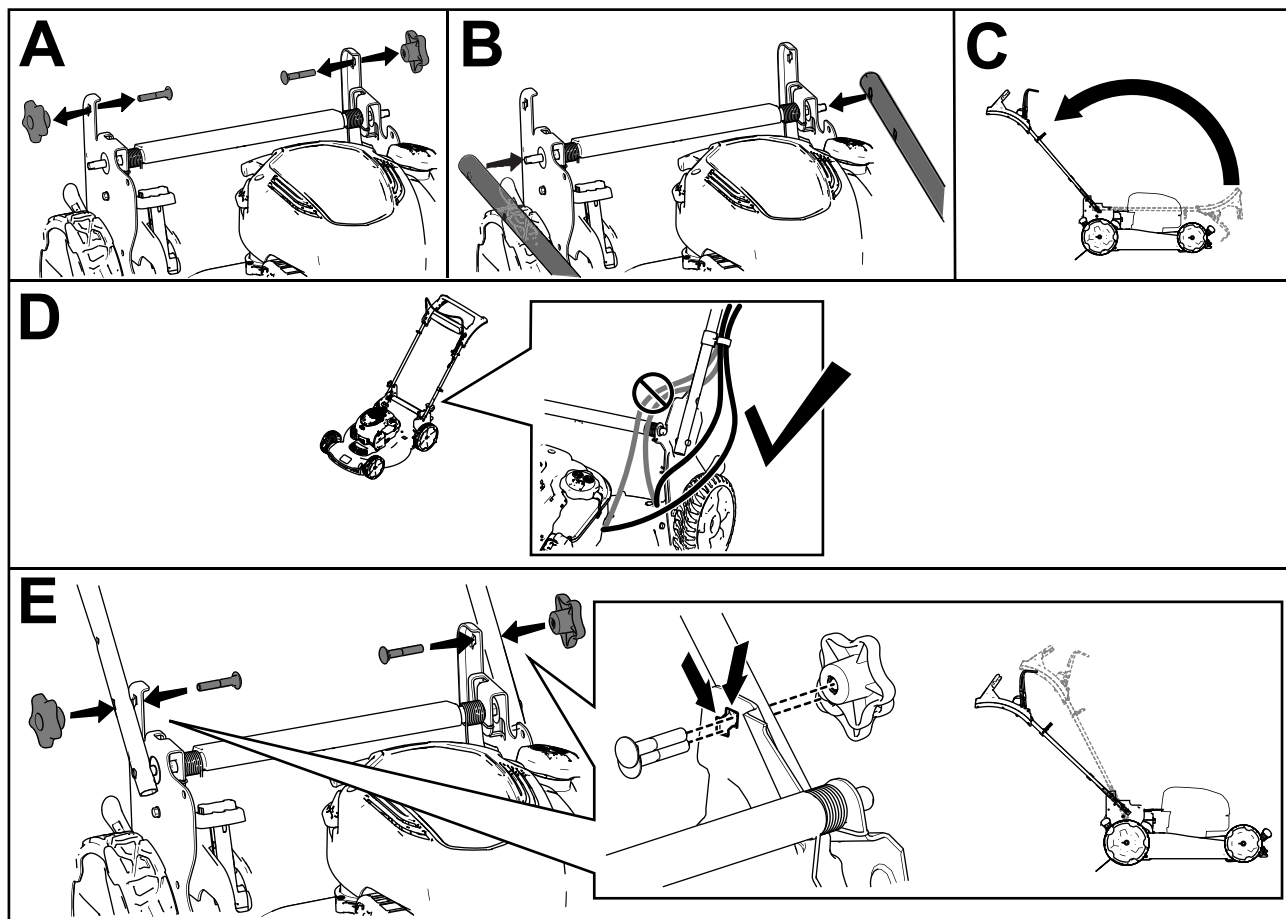

Figura 3
**Nota:** Assicuratevi che i cavi siano disposti all'esterno della stegola e che non vengano schiacciati (D della Figura 3).
Sono presenti 2 punti di installazione della manopola e del bullone a testa tonda. L'errata installazione della manopola e del bullone a testa tonda può rendere instabile la stegola (E di Figura 3).